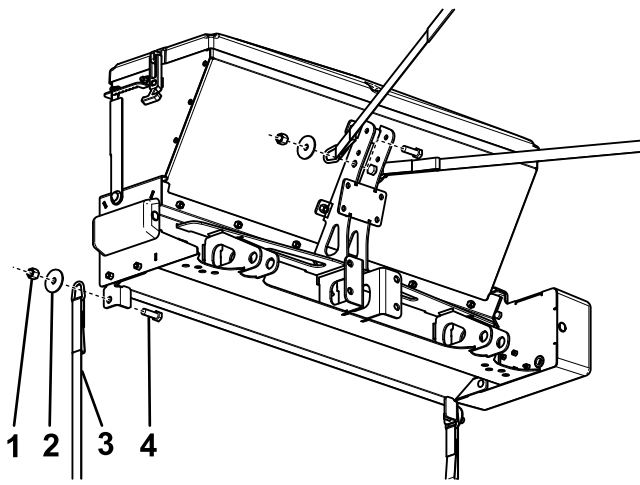

图10
- 如图10所示，用 4 个螺栓（1/2 x 1 1/2 英寸）、垫圈（1/2 英寸）和锁紧螺母（1/2 英寸）将棘轮带固定撒布机。